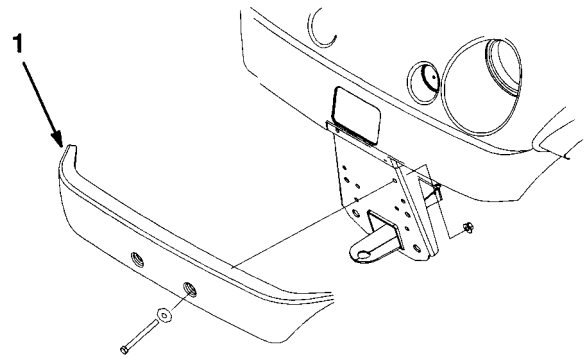

図5
2. 取り外したネジ類を使ってバンパーを取り付ける（図5）。